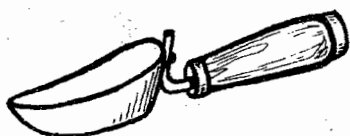

Рис. 14. Ковш штукатурный.
**Ковш штукатурный** (рис. 14) служит для нанесения раствора на оштукатуриваемую поверхность.